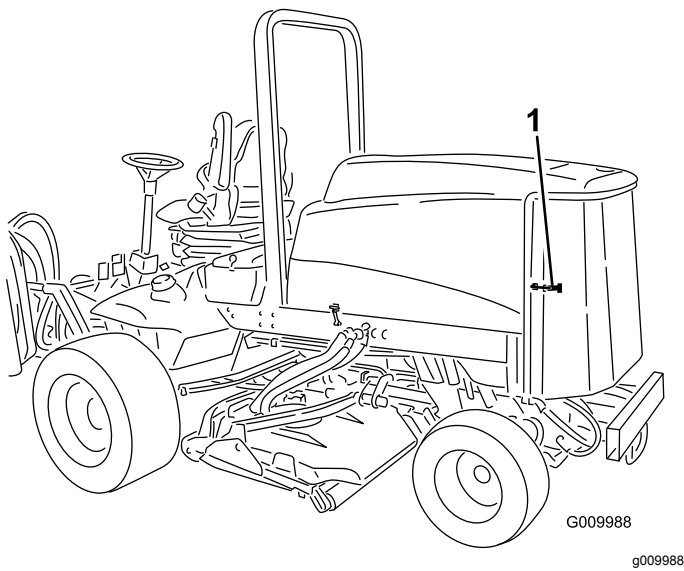

図 75
1. 後部スクリーンのラッチを外してスクリーンを開く 図 75。